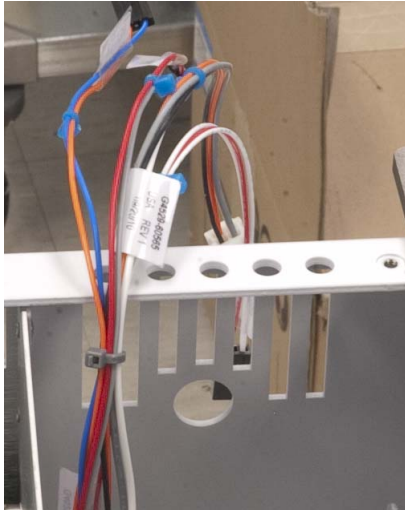

Figura 32 Colocación de los cables fuera del chasis de la estructura principal
- 9 Coloque los cables de la placa de control de la alimentación Peltier cerca de la parte posterior de la placa fuera del chasis de la estructura principal, tal como se muestra en la Figura 32.